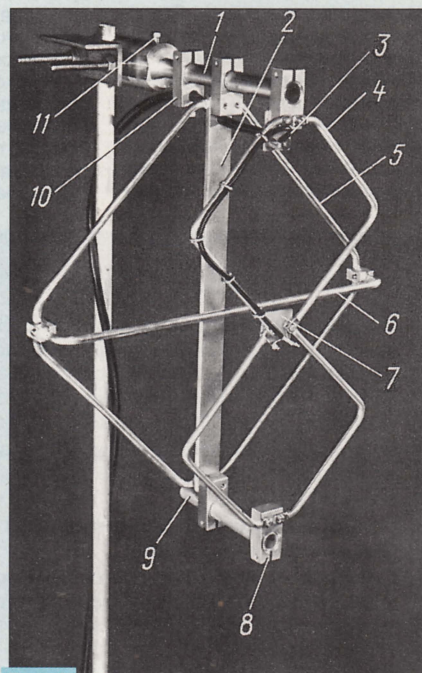
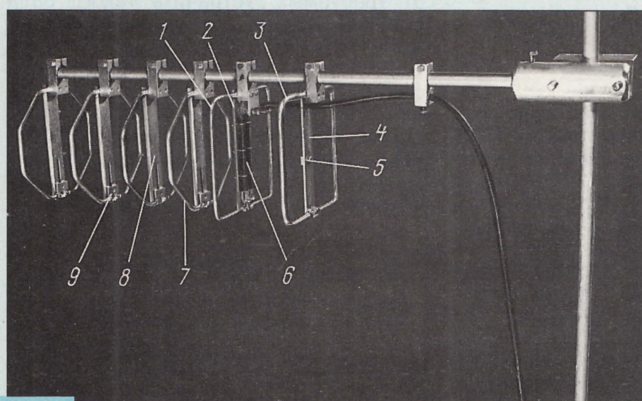

Рис. 2
Рис. 4
На рис. 2 показана двойная зигзагообразная антенна (ДЗА) ДМВ. Ее силовыми элементами служат верхняя 1 и нижняя 9 траверсы из трубы и перемычка 2 из полосы толщиной 6 мм. Перемычка распо-
ем элементов конструктивного базиса, на примере приемных телевизионных устройств. На рис. 2 показана двойная зигзагообразная антенна (ДЗА) ДМВ. Ее силовыми элементами служат верхняя 1 и нижняя 9 траверсы из трубы и перемычка 2 из полосы толщиной 6 мм. Перемычка распо-
Многоэлементная рамочная антенна (МРА) для ДМВ показана на рис. 4. В каждом из петлевых вибраторов МРА имеется элемент жесткости из прорезанной с одной стороны полосы, расположенный по линии нулевых потенциалов и выполняющий еще одну функцию. В активном вибраторе 1 он (2) служит четвертьволновой линией диапазонного симметрирующего трансформатора (ДСТ) [4]. В ре-
Сборка каждой из описанных антенн многовариантна. Так, например, в рефлекторе ДЗА (рис. 2) применен шунтированный петлевой вибратор, хотя возможно как удаление рефлектора, так и использование его плоской конструкции с линейными горизонтальными вибраторами из прутка или полосы.
Другой пример, относящийся к той же ДЗА. Вертикальная перемычка 2 на рис. 2, служащая частью силового «скелета» конструкции, изготовлена из полосы толщиной 6 мм. Если ее изготовить из материала толщиной 2 мм, то жесткость можно повысить, а массу снизить по сравнению с первоначальным вариантом, применив две одинаковые перемычки. Одну из них устанавливают, как и перемычку 2, а вторую крепят к противоположным плоскостям колодок параллельно первой перемычке. При этом образуется объемный элемент жесткости взамен плоского.
Установка на вибраторах МРА (рис. 4) шунтов, аналогичных шунту 6 в рефлекторе ДЗА (рис. 2), расширяет рабочий диапазон МРА в сторону низких частот, а уменьшение периметра петлевых вибраторов за счет изменения формы при неизменных координатах крепежных отверстий сдвигает рабочий диапазон в область высоких частот.